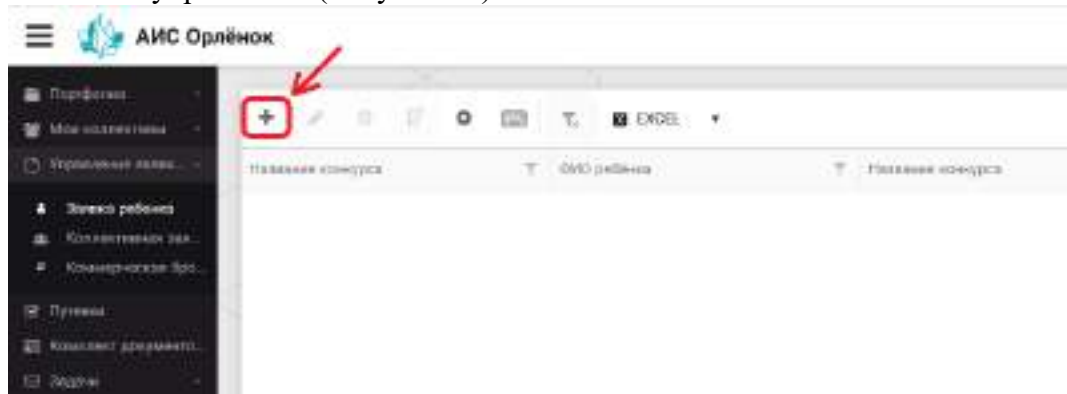

Рисунок 17 – Создание новой заявки
2. Для подачи новой заявки в открывшемся поле необходимо нажать на значок «+» (Создать) на панели управления (Рисунок 17).